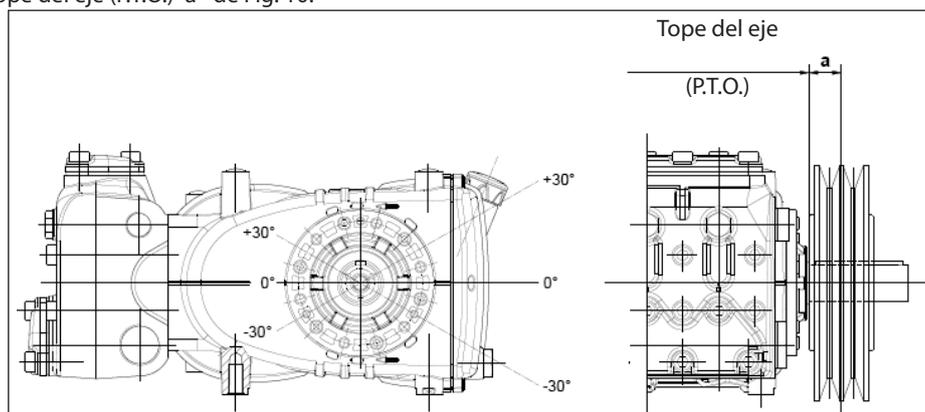

Fig. 10
La carga radial sobre el eje no debe ser superior a 4500 N (valor necesario para definir el Layout). La transmisión es considerada adecuada si tal carga es aplicada a una distancia máxima  $a = 50$  mm del tope del eje (P.T.O) como se indica en la Fig. 10.
- b) Utilizar correas de alto rendimiento – por ejemplo **XPB** en lugar de **SPB** – ya que resultará necesario una cantidad inferior de correas en paridad de potencia transmitida y una consecuente distancia inferior de la resultante con respecto al tope del eje (P.T.O.) "a" de Fig. 10.
- e) Seguir la dirección del tiro de la correa como se indica en la Fig. 10 para exigencias diferentes ponerse en contacto con la **Oficina Técnica** o el **Servicio de Asistencia al Cliente**.